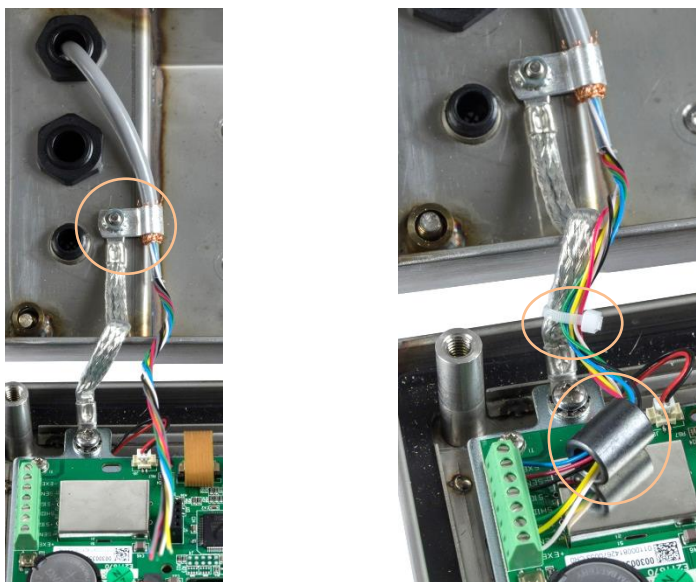

Figura 2-28: Installazione della ferrite sul cavo della cella di carico analogica e messa a terra sul telaio, IND236
5. Collegare il fermaglio di messa a terra alla scocca usando la vite di fissaggio della cerniera della scocca, come mostrato in Figura 2-28 (sinistra).